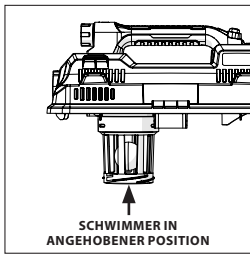

Abb. 3
- Dieser Nass-/Trockensauger ist mit einem Schwimmermechanismus ausgestattet, der automatisch aufsteigt, um den Luftstrom zu unterbrechen, wenn die Flüssigkeit im Tank ein vorbestimmtes Niveau erreicht. Schalten Sie in diesem Fall den Staubsauger aus, nehmen Sie die Batterie heraus, und leeren Sie den Staubbehälter. Sie werden merken, dass der Schwimmer den Luftstrom unterbrochen hat, weil die Saugkraft wegfällt und das Motorgeräusch durch die erhöhte Motordrehzahl in der Höhe zunimmt. Die Flüssigkeitskapazität kann je nach Aufnahmegeschwindigkeit variieren. (Abb. 3)